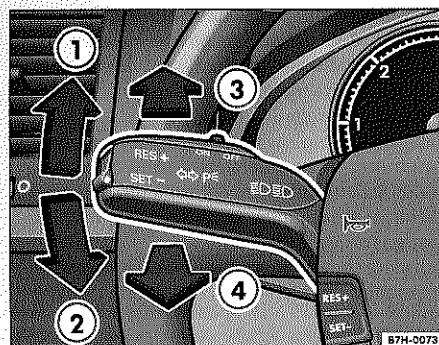

Fig. 35 Palanca de intermitentes y de luz de carretera
Desplace la palanca hacia arriba hasta el tope ⇒ fig. 35 ① para encender el intermitente **derecho**, o hacia abajo ② para encender el intermitente **izquierdo**.